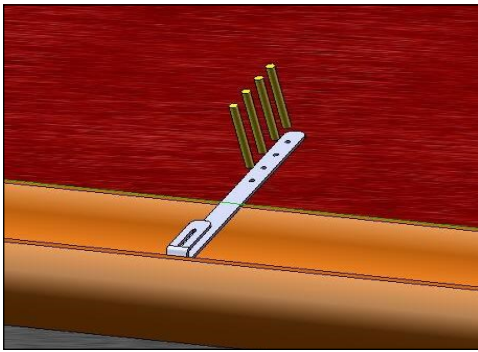

fig.4
### Montaggio (fig. 4 – 5 – 6 – 7)
- Utilizzando una piattaforma di lavoro in sicurezza, fissare la staffa di aggancio sulla superficie del tetto, mediante tasselli M8 in grado di sopportare gli sforzi elencati nel punto 5 a pag. 4 (fig. 4 a pag. 9);